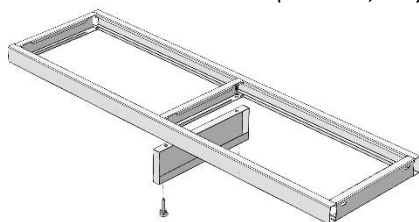

Рис. 6.1
- В случае тумбами шириной 1500 и 1800 – установить дополнительные регулируемые опоры; для низкой тумбы – закрепить на промежуточной раме верхнюю раму, используя болты M8x16, шайбы 8 и предусмотренные заклёпки-гайки M8 (*Рис. 6.1; 6.2*)